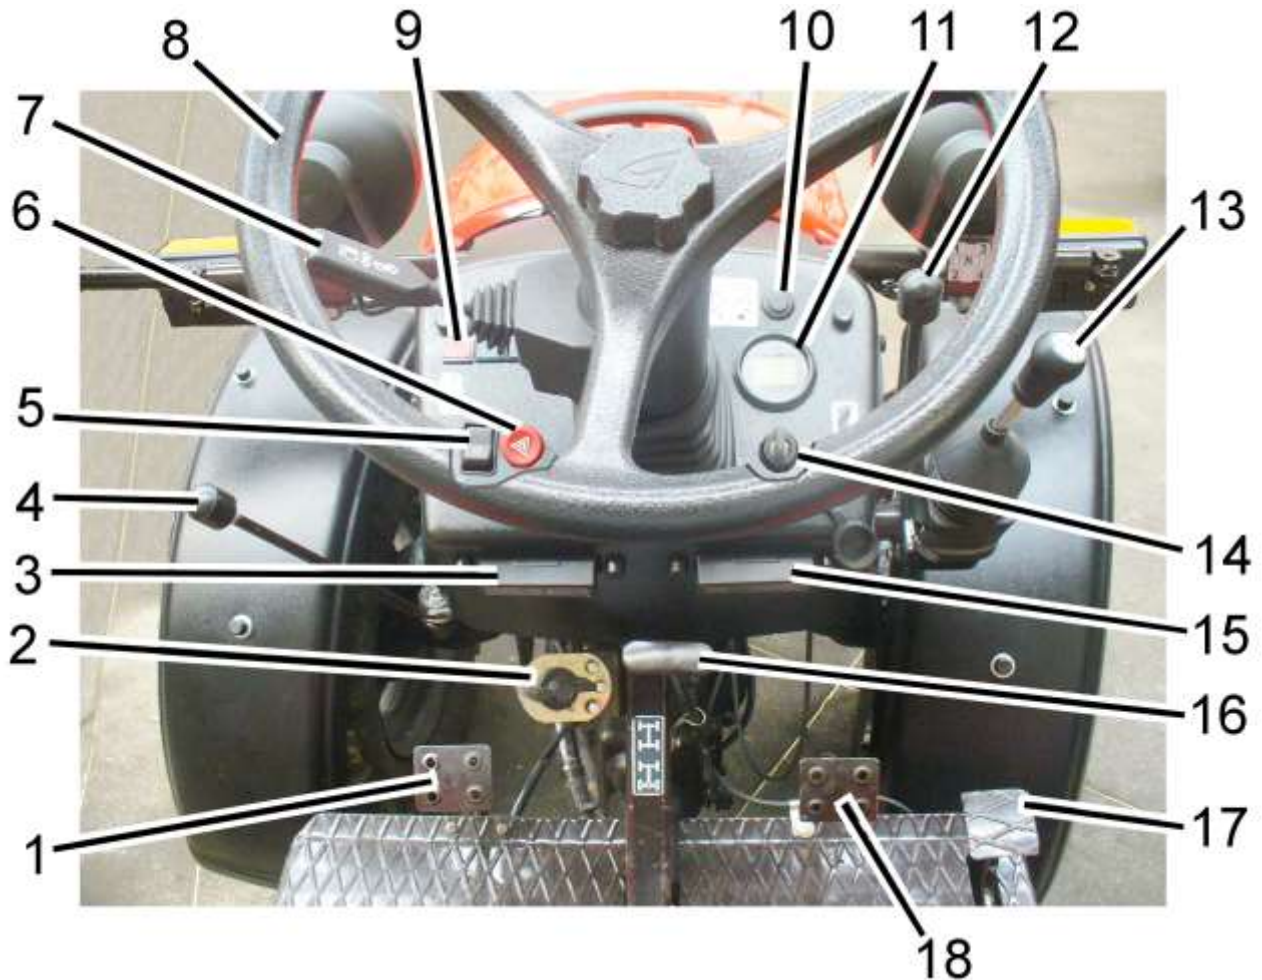

Рисунок 2.1.1 – Расположение приборов и органов управления трактора
В щитке приборов установлен счетчик суммарного времени работы двигателя 11 (рисунок 2.1.1), предназначенный для регистрации времени работы двигателя трактора.
При перемещении рукоятки 12 (рисунок 2.1.1) в крайнее переднее положение осуществляется максимальная подача топлива, при перемещении в крайнее заднее положение – минимальная подача топлива в цилиндры двигателя.
2.9.1 При нажатии на педаль 1 (рисунок 2.1.1) сцепление выключается.
2.9.2 При нажатии на педаль 18 (рисунок 2.1.1) происходит затормаживание задних колес.
2.9.3 При нажатии на педаль 17 (рисунок 2.1.1) увеличиваются обороты двигателя.